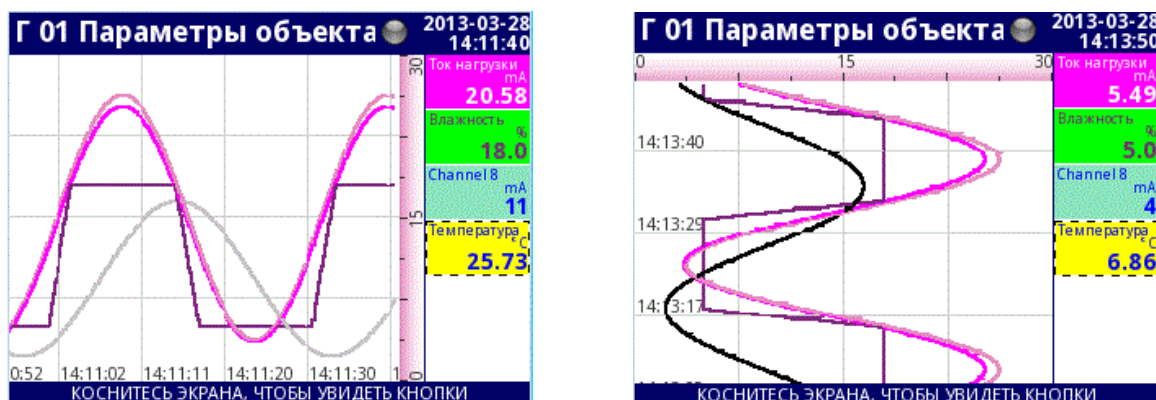

Рисунок 2.12
- в виде горизонтальных графиков (рисунок 2.12);
- в виде вертикальных графиков (рисунок 2.12);